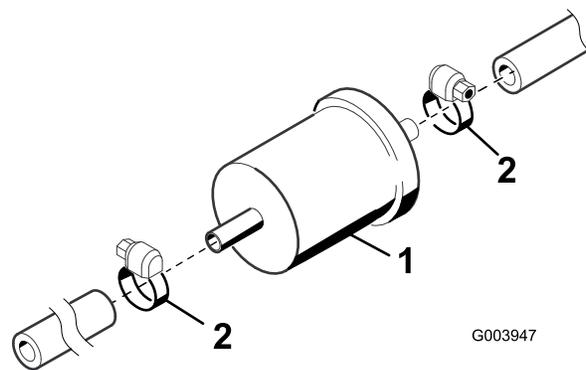

Figure 64
1. Localisez le filtre à carburant situé le long du longeron de châssis gauche, devant la pompe à carburant (Figure 64).